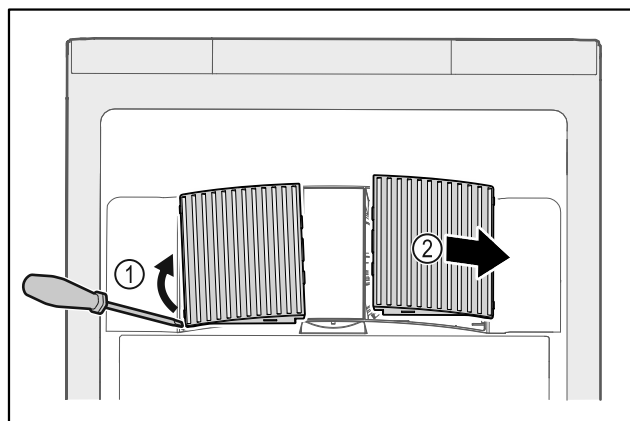

Fig. 46
- ▶ Opatrne vytiahnite kryty ventilátorov z bočnej strany Fig. 46 (1) a vyberte ich smerom dopredu Fig. 46 (2).